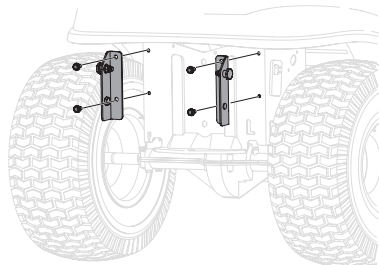

Figura 3
3. Monte las ménsulas de soporte del tractor serie 700 a su tractor con cuatro tornillos hexagonales autorroscantes incluidos en el kit. Consulte la Figura 3.